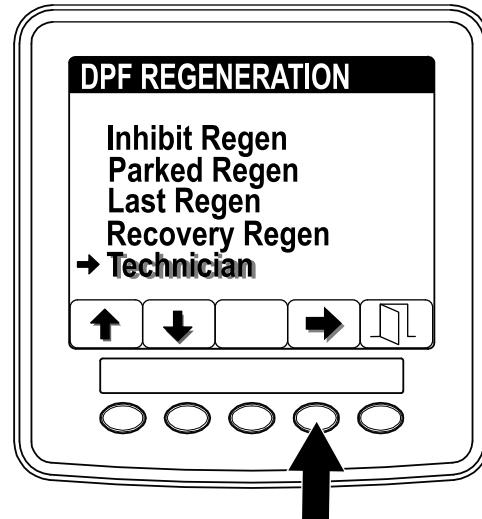

Figure 38
1. Ouvrez le menu DPF Regeneration, puis appuyez sur le bouton 1 ou 2 pour naviguer jusqu'à l'option TECHNICIAN (technicien) (Figure 38).
2. Appuyez sur le bouton 4 pour sélectionner l'option Technician (Figure 38). L'état et le niveau de suie s'affichent.